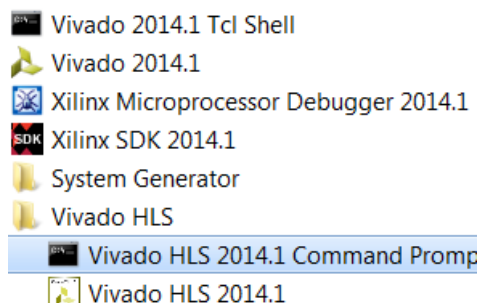

Figure 164: Vivado HLS Command Prompt
- a. On Windows use **Start > All Programs > Xilinx Design Tools > Vivado 2014.1 > Vivado HLS > Vivado HLS 2014.1 Command Prompt** (Figure 164).